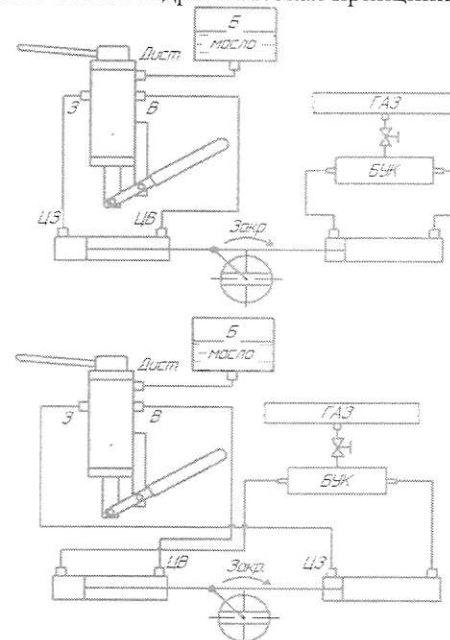

Рисунок 3. Принципиальная схема подключения
– подвести линии трубопроводов согласно схеме работы (рис. 3).